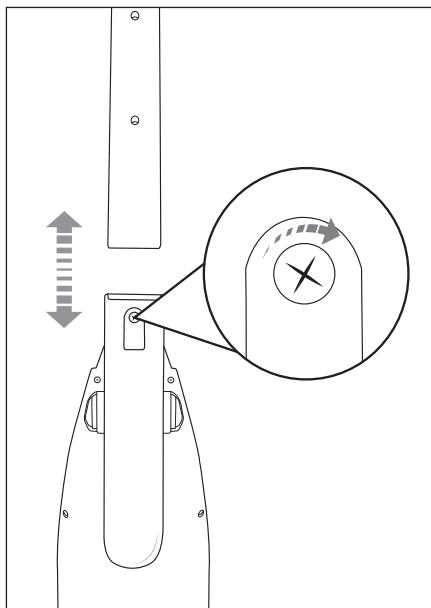

Fig. 2
- 1) Desserrez la vis ❾ à l'arrière sur le manche ❻ avec un tournevis cruciforme dans le sens antihoraire. Sortez la vis ❾ de l'ouverture de vis sur le manche ❻.
- 2) Insérez le manche ❻ sur le support du manche sur l'appareil. Glissez le manche ❻ entièrement sur le support du manche, jusqu'à ce qu'il soit bien fixé sur l'appareil. (fig. 2).